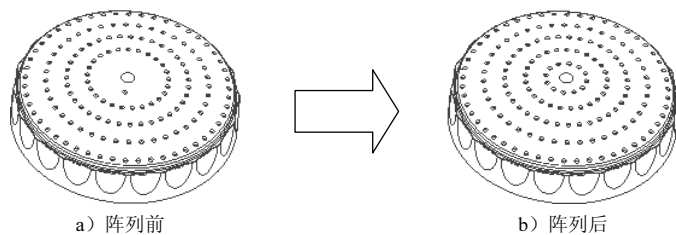

图 7.24 环形阵列 6
(3) 定义拉伸属性。再次单击 **创建** ▾ 区域中的 按钮，然后将布尔运算设置为“求差”类型 ，在 **范围** 区域中的下拉列表中选择 **贯通** 选项，将拉伸方向设置为“方向 1”类型 。
(4) 单击“拉伸”对话框中的 **确定** 按钮，完成拉伸特征 5 的创建。
Step 19 创建图 7.24 所示的环形阵列 6。
(1) 选择命令。在 **阵列** 区域中单击 按钮。
(2) 选择要阵列的特征。在图形区中选取拉伸特征 5（或在浏览器中选择“拉伸 5”特征）。
(3) 定义阵列参数。
① 定义阵列轴。在“环形阵列”对话框中单击 按钮，然后在浏览器中选取“Y 轴”为环形阵列轴。
② 定义阵列实例数。在 **放置** 区域的 按钮后的文本框中输入数值 12。